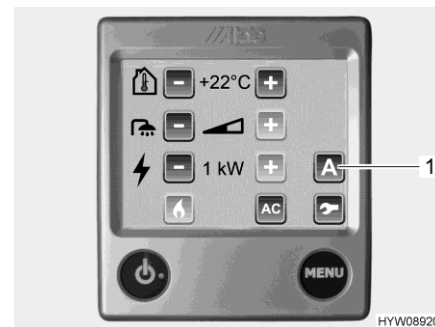

Fig. 164 Menú de ajuste (ventilador adicional)
El ventilador adicional es controlado a través de la unidad de mando (Fig. 164) de la calefacción de agua caliente.
- Pulsar el botón "A" (Fig. 164,1). Se visualizarán las funciones.